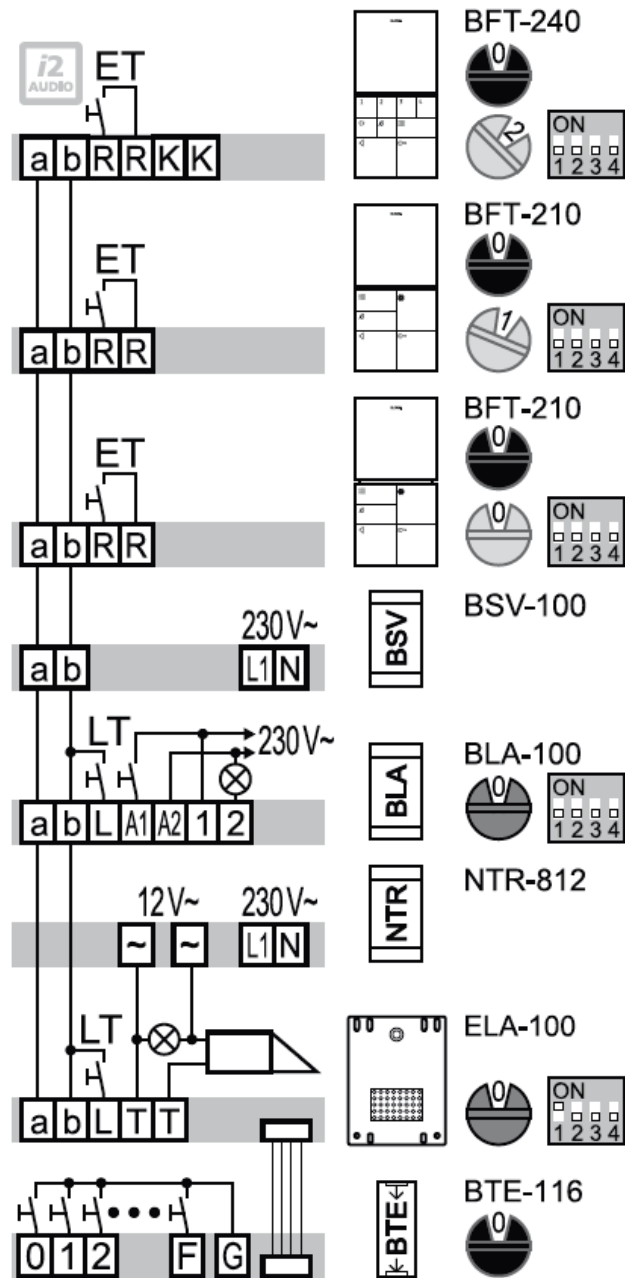

Bild 4
- Haustelefon gemäß Anschlussplan (Bild 4) anschließen.